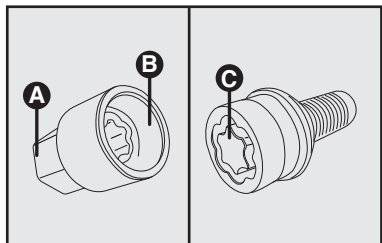

fig. 11
- O destravamento da roda deve ser realizado encaixando a extremidade **B-fig. 11** da chave soquete **fig. 11** no encaixe **C-fig. 11** do parafuso especial de retenção da roda.
Na extremidade **A-fig. 11** deve ser encaixada a chave de roda fornecida com o veículo;